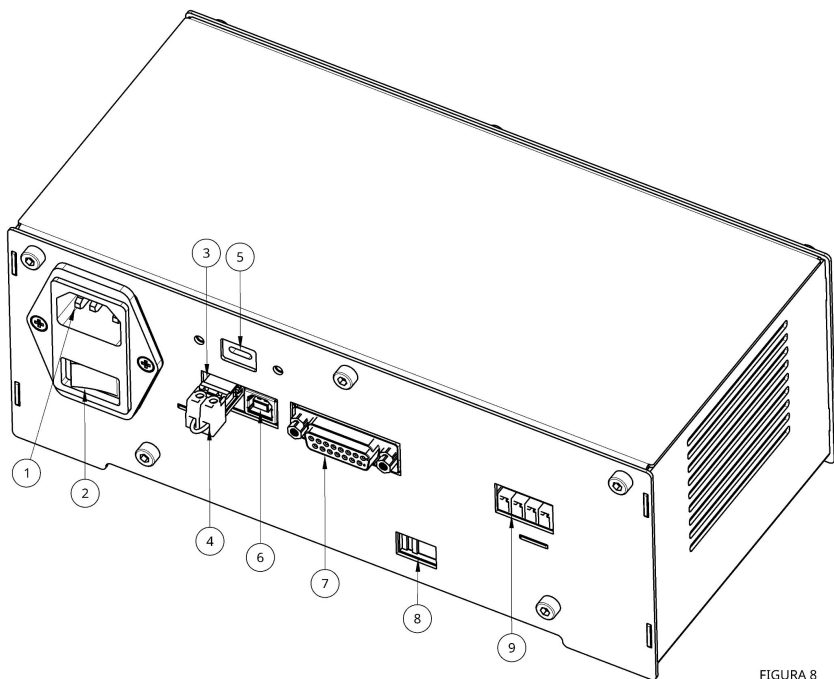

FIGURA 8
*Para apresentar leitura completa dos dados, é necessário ligar sua Controladora PRS ao computador, através do cabo USB-C (não fornecido) **(Página 13, Figura 8).**
O jumper (**Página 13, Figura 8**) pode estar desconectado, no caso do Direct Drive PRS 10 Sport. O cabo do Botão de Emergência pode estar desconectado, no caso do Direct Drive PRS 15 Sport, 21 Pro e 28 Limited.